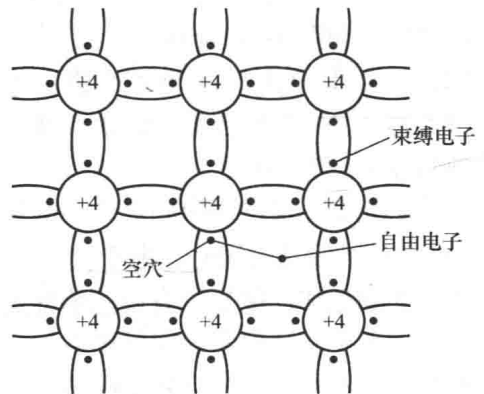

图 1-8 本征激发产生电子空穴对
(1) 本征半导体的原子结构及共价键 共价键内的两个电子由相邻的原子各用一个价电子组成，称为束缚电子。
(2) 本征激发和两种载流子——自由电子和空穴 在室温和光照下，少数价电子获得足够的能量摆脱共价键的束缚成为自由电子。束缚电子脱离共价键成为自由电子后，在原来的位置留出一个空位，称为空穴。温度升高，半导体材料中产生的自由电子便增多。本征半导体中，自由电子和空穴成对出现，数目相同。图1-8所示为本征激发所产生的电子空穴对。